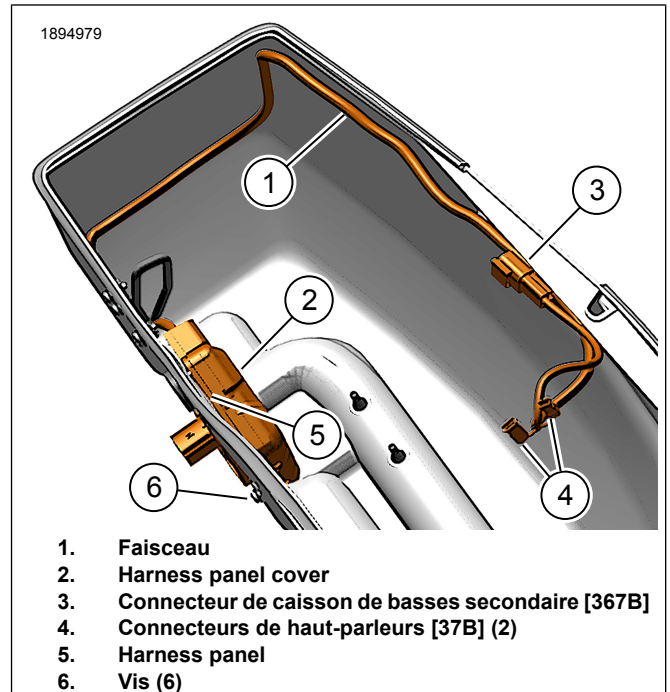

Figure 3. Panneau de faisceau d'amplificateur
- a. Voir la Figure 3. Panneau d'installation du faisceau (5).
- b. Installez les vis (6). Serrer.
5. Voir la Figure 3. Installer le couvercle du panneau du faisceau (2).
6. Voir la Figure 3. Le faisceau intérieur sera acheminé comme indiqué. Des ancrages/sangles de câble et des guides-fil seront utilisés lors de l'installation du kit de caisson de basses.